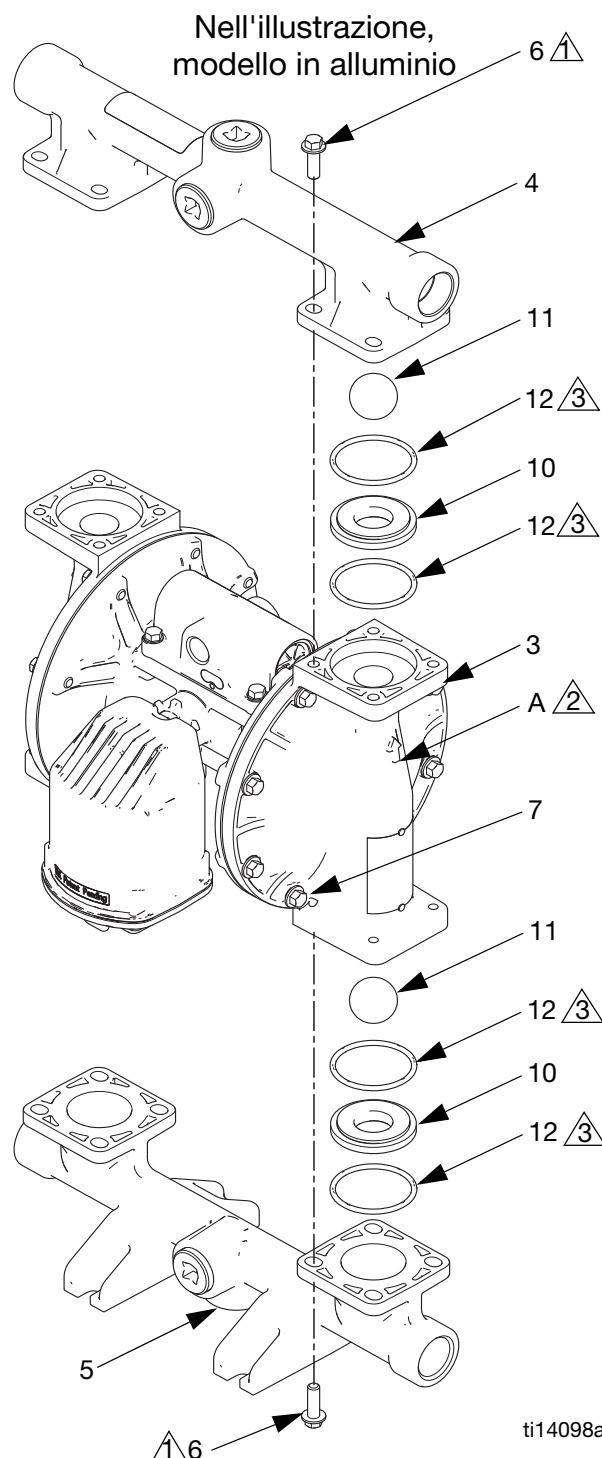

FIG. 7. Montaggio della valvola di ritegno a sfera
3. Usare una chiave a tubo da 10 mm per rimuovere i dispositivi di fissaggio dell'uscita del collettore (6). Vedere FIG. 7.
4. Rimuovere gli O-ring (12, *non utilizzati su alcuni modelli*), le sedi (10) e le sfere (11).
5. Capovolgere la pompa e rimuovere il collettore di ingresso. Rimuovere gli O-ring (12, *non utilizzati su alcuni modelli*), le sedi (10) e le sfere (11).